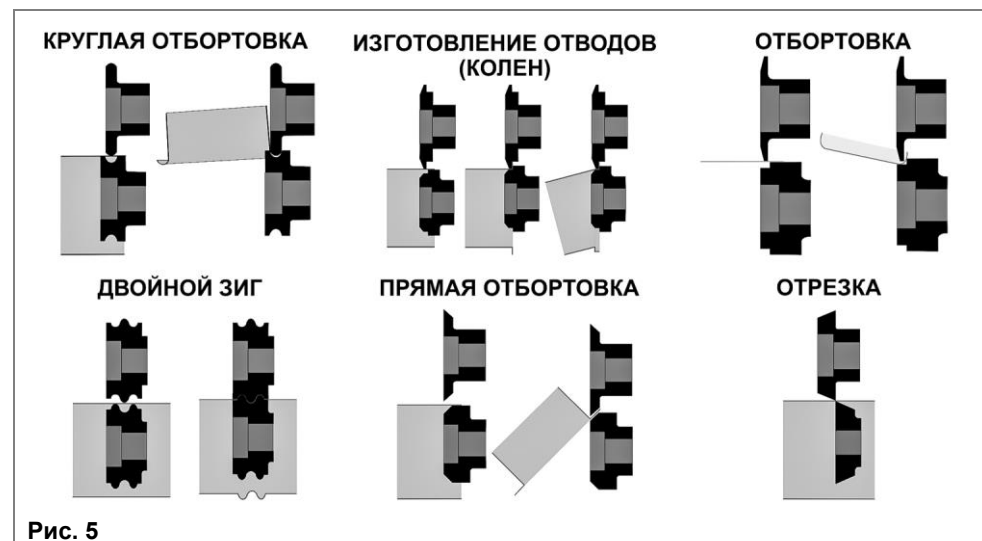

Рис. 5
**Примечание:** На Рис. 5 приведены примеры некоторых операций, выполняемых на станке.